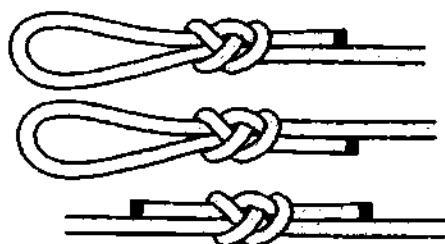

Рис. 217. *Китайская петля* и *китайский узел* для связывания двух концов верёвки.
*Китайская петля* и красива и надёжна (рис. 217). В ней удивительно изящно переплетаются два *простых узла*, которые гарантируют надёжность соединения троса с опорой и практически не ослабляют прочность верёвки. Петля компактна и быстро вяжется, однако, сильно затягивается и становится очень тугой.